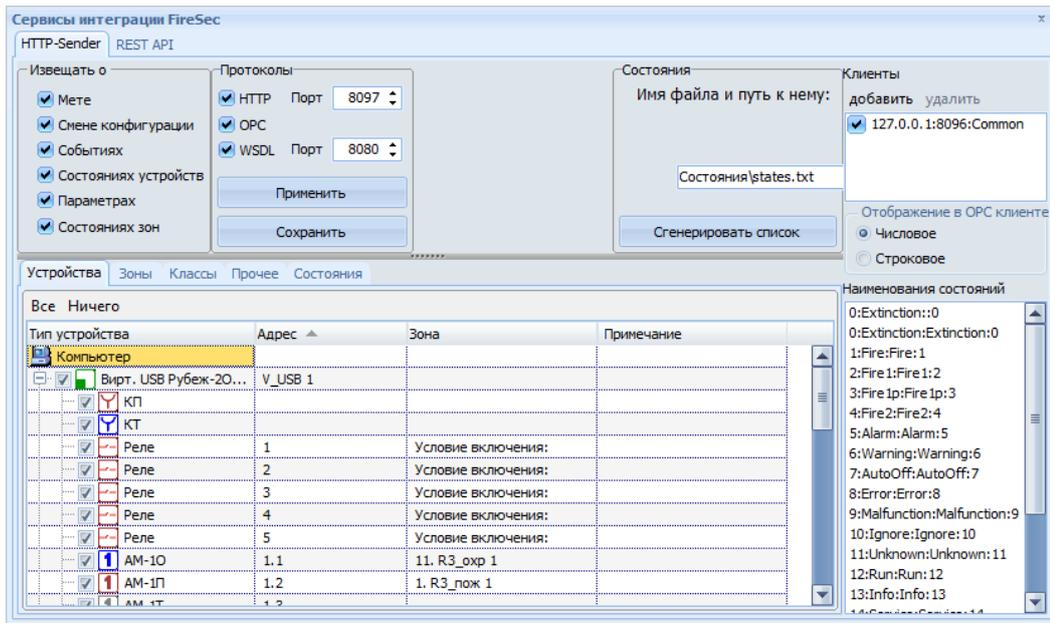

Рис. 2 Окно IntegrationClient
5. В результате откроется окно настройки **Сервисы интеграции FireSec** (Рис. 2), в котором уже загружена наша конфигурация: